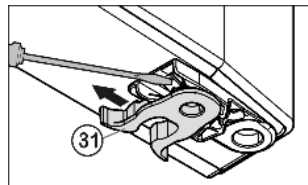

Fig. 8
- ▶ Helyezze át az Fig. 8 (31) rugós szorítóját. Nyomja lefelé a reteszt, felette húzza el a rugós szorítót.